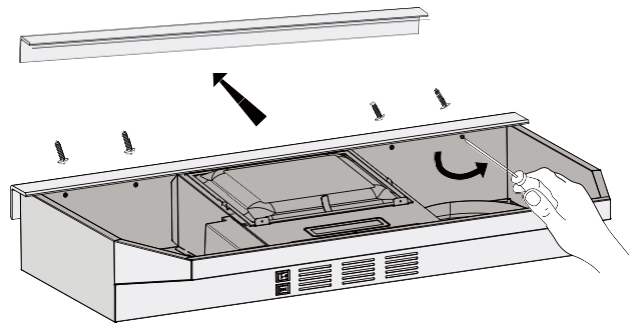

Figure 1
- Dévisser et retirer le bourrelet d'angle situé sous le capot (voir figure 1).